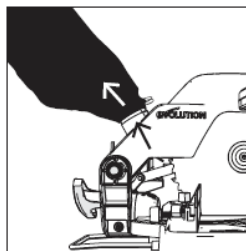

Рис. 31
- Натяните пылевой мешок на патрубок для сбора пыли и убедитесь, что пружинный зажим надежно удерживает мешок на месте (Рис. 31).